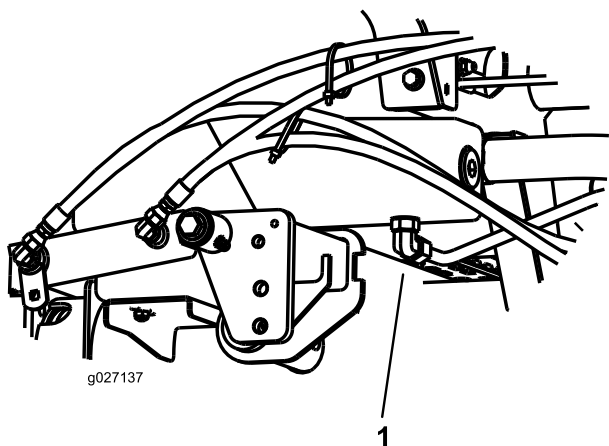

Figura 72
3. Coloque um recipiente de escoamento grande debaixo da união presa à parte de baixo do reservatório do fluido hidráulico (Figura 72).